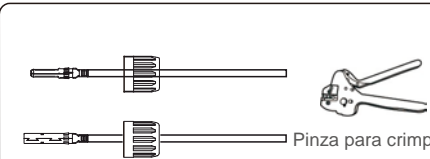

Figura 5.15 Crimpe la clavija de contacto al cable
3. Crimpe la clavija de contacto al cable con un crimpador de cables adecuado. (vea la Figura 5.15)